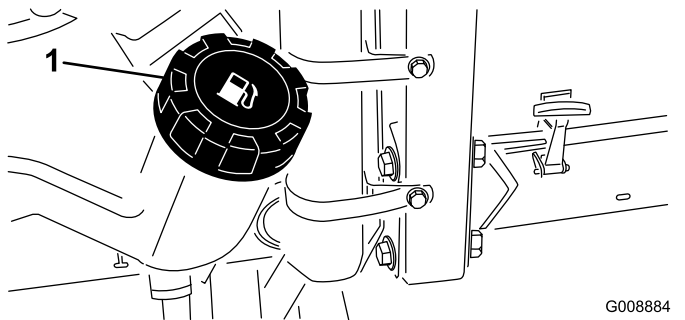

Bild 29
- Reinigen Sie den Bereich um den Tankdeckel (**Bild 29**).